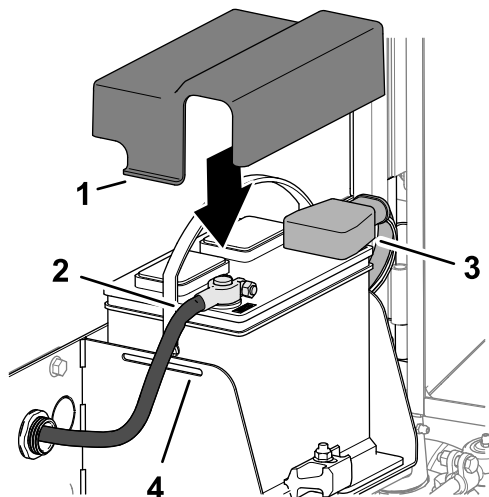

図 132
1. バッテリーのプラス端子に、プラスケーブル赤を接続する 図 132。